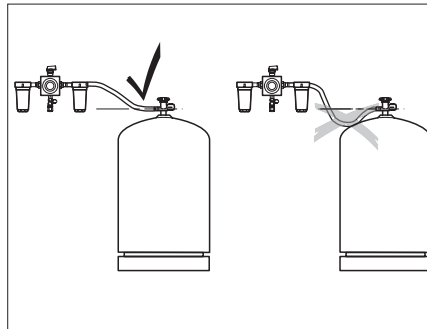

Fig. 64 Colocar las mangueras de alta presión
- ▶ Al tender las mangueras de alta presión, asegurarse de que las mangueras se eleven de manera constante (Fig. 64).